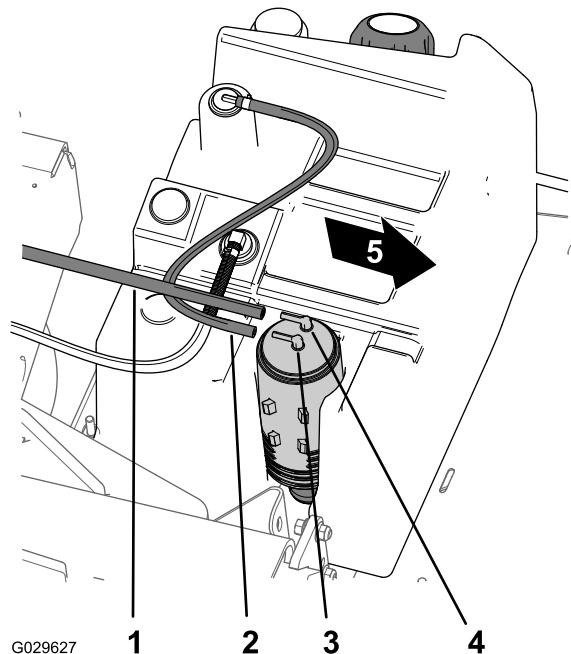

Figura 46
2. Retire o tubo do depósito 1/2 sítio de combustível da união 1/2 no recipiente de carbono assinalada Combustível (Figura 46).
1. Retire o tubo de vazio 1/2 cuo da união 1/2 no recipiente de carbono assinalada Purga (Figura 46).
8. Monte o tubo de vínculo na união no recipiente de carbono assinalada Purga e o tubo do depósito de combustível na união assinalada Depósito de combustível (Figura 46).